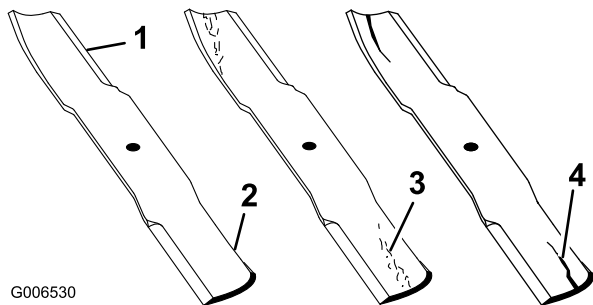

Figura 64
2. Inspeccione los filos de corte (Figura 64). Si los bordes no están afilados o tienen muescas, retire las cuchillas y afílelas. Consulte Afilado de las cuchillas (página 56).
3. Inspeccione las cuchillas, especialmente la parte curva (Figura 64). Si observa daños, desgaste o la formación de una ranura en esta zona (Figura 64), instale inmediatamente una cuchilla nueva.